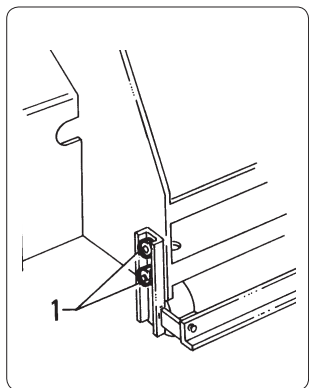

fig. 5.2.1
**5.2.1 - Einstellung der Walze Abb. 5.2.1**